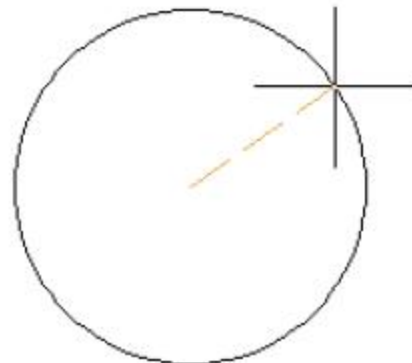

图3-53 绘图时显示虚线预览框
这是由于系统变量DRAGMODE的设置出现了问题。只需在命令行中输入DRAGMODE，然后根据提示，将选项修改为【自动 (A)】或【开 (ON)】（推荐设置为【自动 (A)】），即可让虚线框显示恢复正常，如图3-53所示。